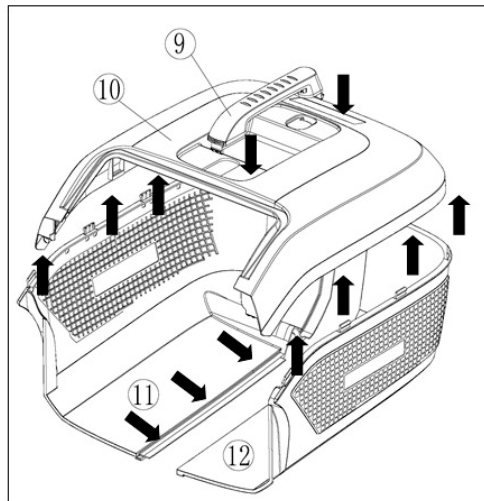

Рис. 4
5. Вставьте ручку (рис. 4 поз. 9) травосборника в пазы в верхней крышке травосборника (рис. 4 поз. 10) до защелкивания.
6. Соедините две нижние части травосборника (рис. 4 поз.11 и 12). Убедитесь, что все зажимы соединены правильно как показано на рисунке 4.